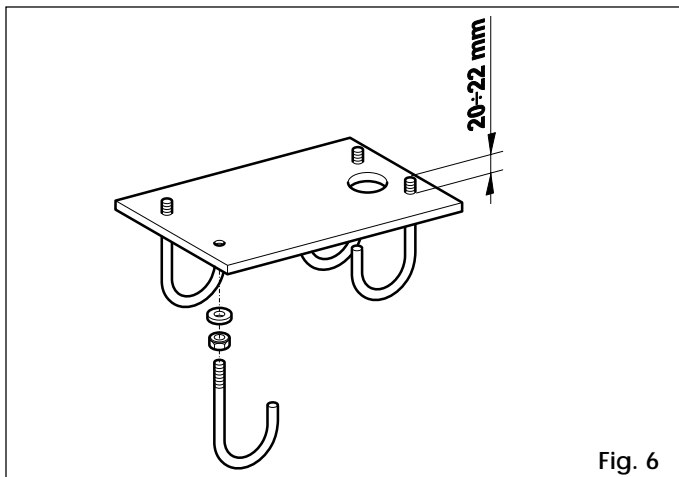

Fig. 6
- 1) Ensamblar el plinto de cimentación como ilustra la fig. 6.